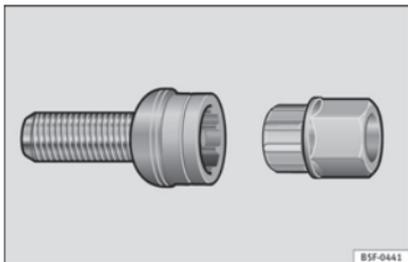

Fig. 161 Tornillo antirrobo de la rueda.
- Coloque el adaptador hasta el tope en el tornillo antirrobo de la rueda » fig. 161.